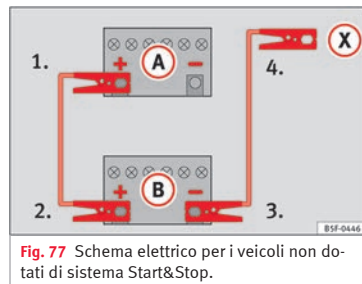

Fig. 77 Schema elettrico per i veicoli non dotati di sistema Start&Stop.
2. Collegare un'estremità del cavo di emergenza **rosso** al polo positivo **+** del veicolo con la batteria scarica **A** » **fig. 77**.
4. *Nei veicoli senza sistema Start/Stop:* collegare un'estremità del cavo **nero** di emergenza al polo negativo **-** del veicolo che eroga la corrente **B** » **fig. 77**.